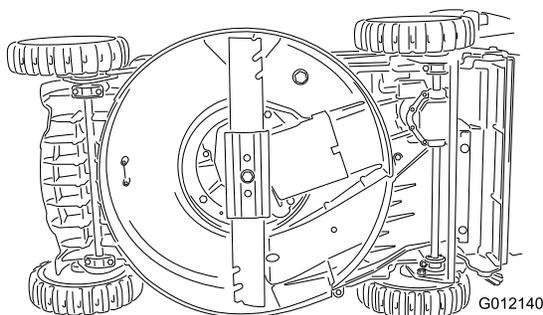

Bild 24
5. Installieren Sie ein neues Messer (drehen Sie die Messerschraube nach rechts) und alle Befestigungen (Bild 24).